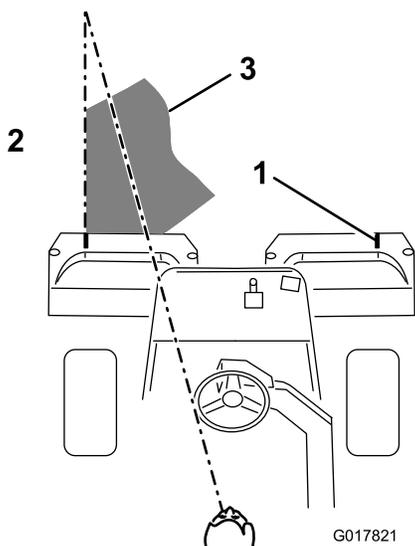

图38
- 掉头回来的下一道，请与前一道保持最小的交叠量。为了保持以直线方式穿果岭，并使得机器与此前剪草的边缘保持等距，请在机器前到果岭未剪部分的边缘虚构一条长约 1.8~3m 的视线（图38）。有人发现，将方向盘的外缘看作视线的一部分非常有用；即让方向盘边缘对准与机器前面始终保持等距的某个点（图38）。